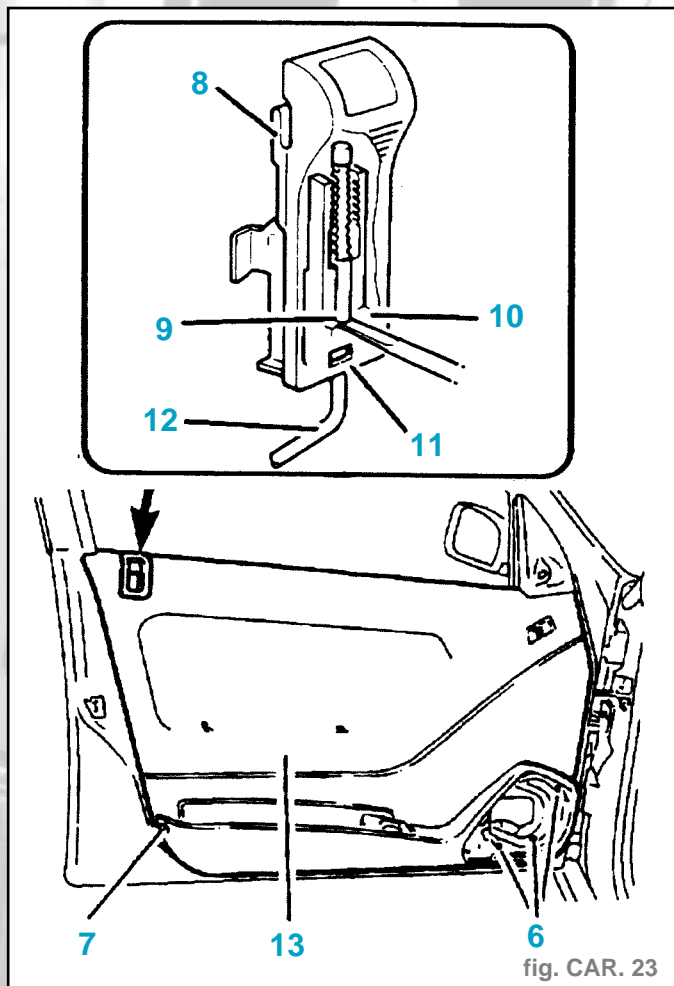
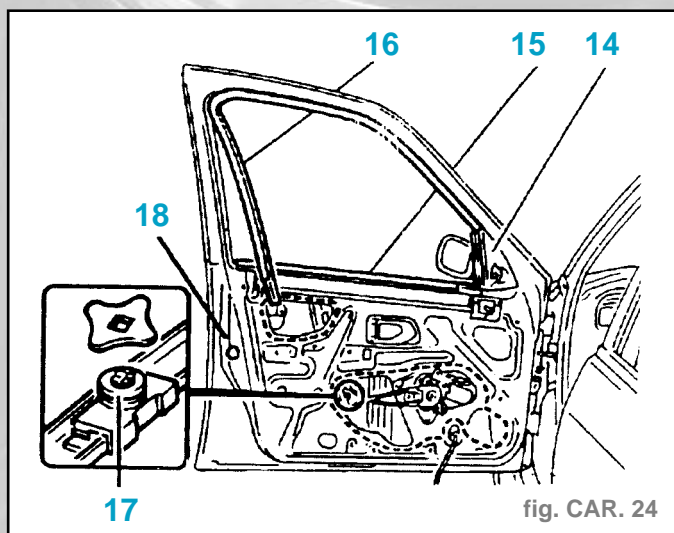

fig. CAR. 23
fig. CAR. 24
- Déposer (fig. CAR. 23) :
- les vis (6),
- la vis (7),
- le bouton de condamnation intérieur (8).
- Appuyer avec une lame de tournevis, pour dégager l'ergot (9) de la lumière (10).
- Tirer le bouton de condamnation vers le haut, l'ergot (9) se déplace dans la deuxième lumière (11).
- La tige (12) est libérée, retirer le bouton de condamnation.
- Déposer le panneau de garniture de porte (13).
- Déposer (fig. CAR. 24) :
- le gousset de rétroviseur (14),
- le joint lécheur intérieur (15).
- Dégraffer partiellement le joint coulisse supérieure (16).
- l'agrafe maintien de vitre (17) en la faisant pivoter d'un quart de tour.
Attention : Lors de la dépose du bouton de condamnation (8), mettre la tige (12) en position de verrouillage (si la porte est ouverte, basculer le pêne de la serrure (fig. CAR. 23).